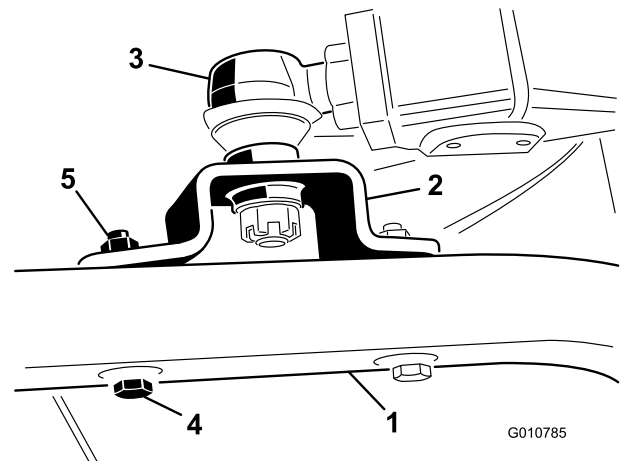

図 6
- ボールジョイントのマウントを、各キャスタアームに固定するキャップスクリュー 7/16 x 3 インチ 2 本とフランジナット 7/16 インチを使用する 図 6。
- ボールジョイントを昇降アームに固定している大きいジャムナットを締め付ける 図 6。